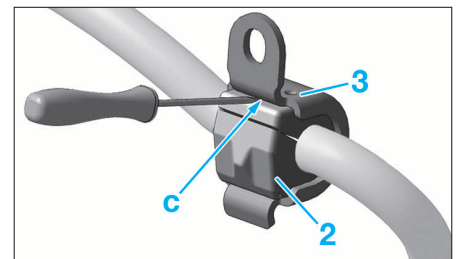

FIG. 18
- Dégager la bride (3) en faisant levier avec un tournevis en "c" (Fig.18).